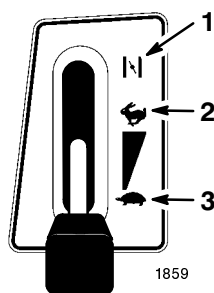

Figure 8
4. Placez la manette d'accélérateur en position de starter (Fig. 8).
6. Lorsque le moteur a démarré, amenez progressivement la manette d'accélérateur en position de régime maximum (Fig. 8). Si le moteur cale ou hésite, ramenez la manette d'accélérateur en position de Starter pendant quelques secondes. Mettez ensuite le levier en position de régime maximum. Répétez l'opération si nécessaire.
1. Placez la manette d'accélérateur en position de régime maximum (Fig. 8).